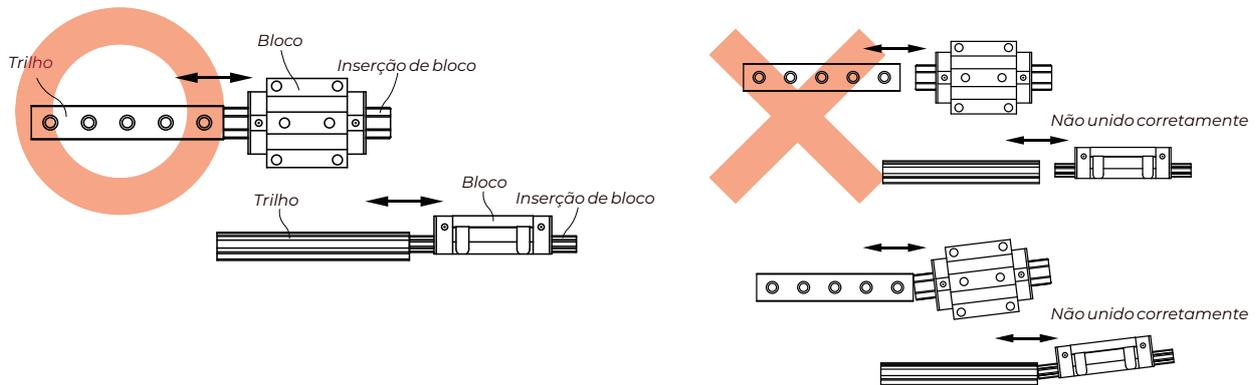

Figura 5
- Evite remover os blocos dos trilhos ao montar as guias nas máquinas sempre que possível. Por favor, utilize inserções de blocos (consulte a Figura 5) se for necessário remover ou montar blocos nos trilhos.